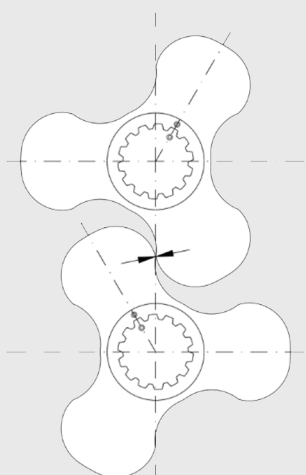
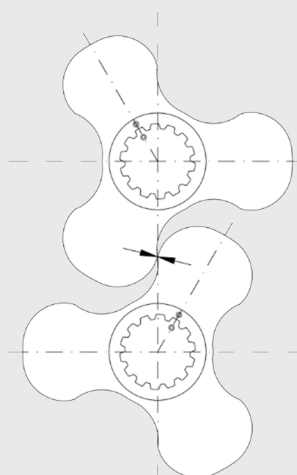

Figura 8.7
Figura 8.8
- Ahora gire los lóbulos hacia la posición indicada en la figura 8.7. Luego, gire un poco ambos lóbulos uno respecto al otro, hasta que la holgura (juego) sea la indicada en la tabla 8.3.
- Ahora gire el lóbulo superior unos 60° a la izquierda; ver la figura 8.8. Compruebe si la holgura en esta posición es igual a la posición de los lóbulos según la figura 8.7. Si no es así, estas holguras deben igualarse girando un poco un lóbulo y deteniendo el otro.